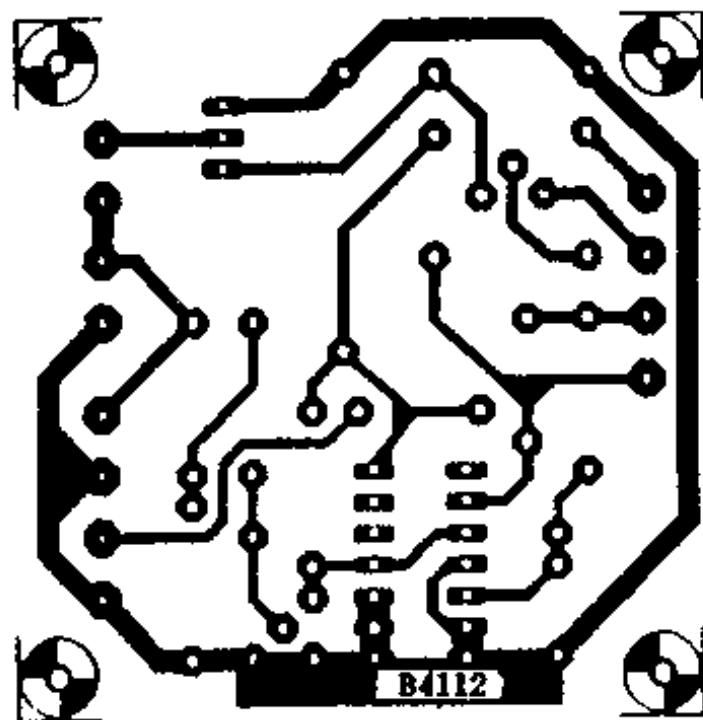

图 1-19
2. 电路制作: 图 1-19 给出了印刷电路板图及元件安装示意图, 这个电路的制作应该不会有麻烦。电路板上使用了两个四端接线座, A、B、C 和 D 端子与之相连。可控硅引线与外壳要绝缘。这个电路适合控制 15~1500W 的电烙铁。也适合控制其它的电阻丝加热器或电阻丝加热器与风扇的组合体, 如浸入式电热水器, 头发干燥器或电热吹风等。